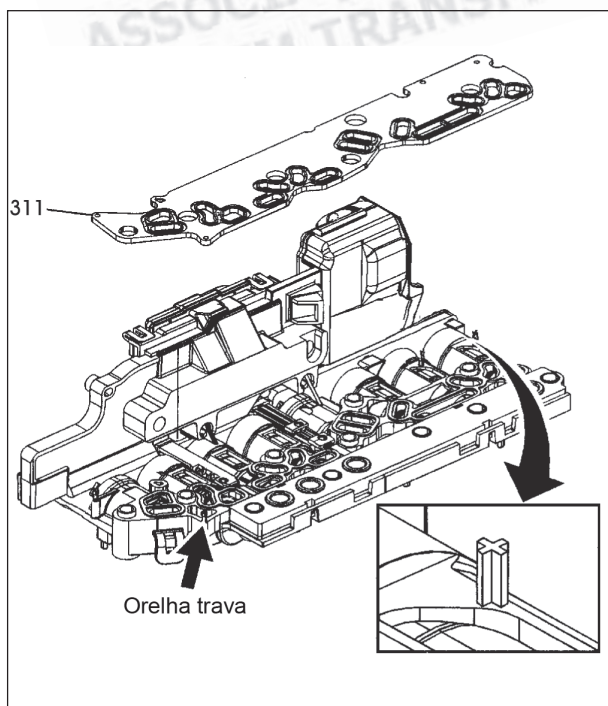

Figura 145
24. Instale uma **NOVA** placa de filtro e junta (311) no corpo de solenóides e TCM, conforme mostra a figura 145, certificando-se que ela esteja corretamente posicionada nos pinos guia.